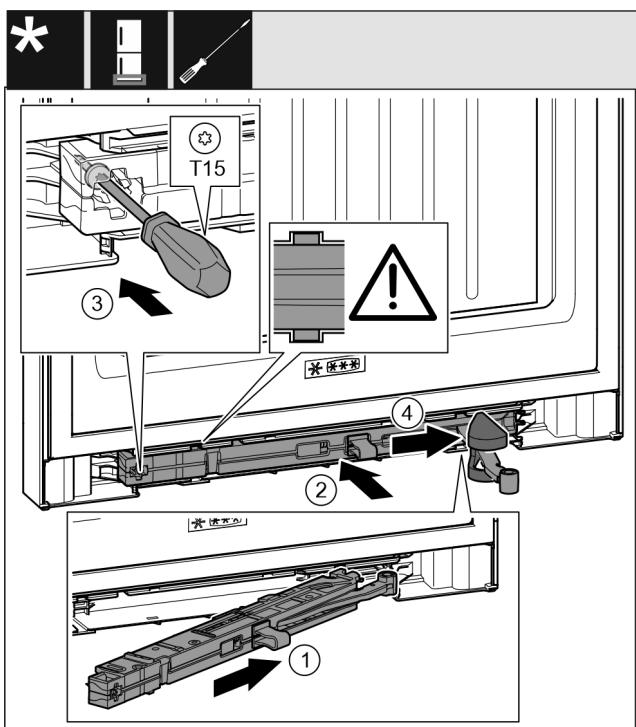

Fig. 46
- ▶ Вставьте узел амортизатора в выемку со стороны опорного кронштейна под наклоном до упора. *Fig. 46 (1)*
- ▶ Полностью вставьте узел амортизатора в выемку. *Fig. 46 (2)*
- ▶ Затяните винт отверткой T15. *Fig. 46 (3)*
- ▶ Переместите крышку над шарниром. *Fig. 46 (4)*